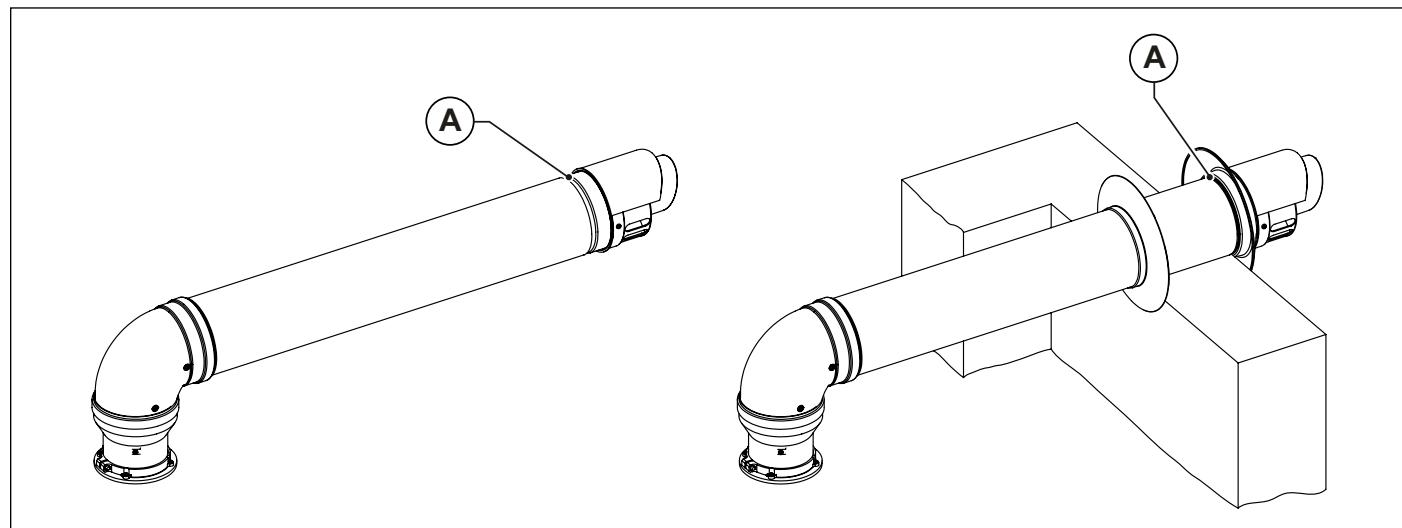

Рис. 16 Настінна установка терміналу
Кінцеві частини терміналів повітрозабірника й відводу димових газів, як розгалужені, так і коаксіальні, мають канавку (A) для закріплення зовнішнього комірця (дивись Рис. 16 Настінна установка терміналу).